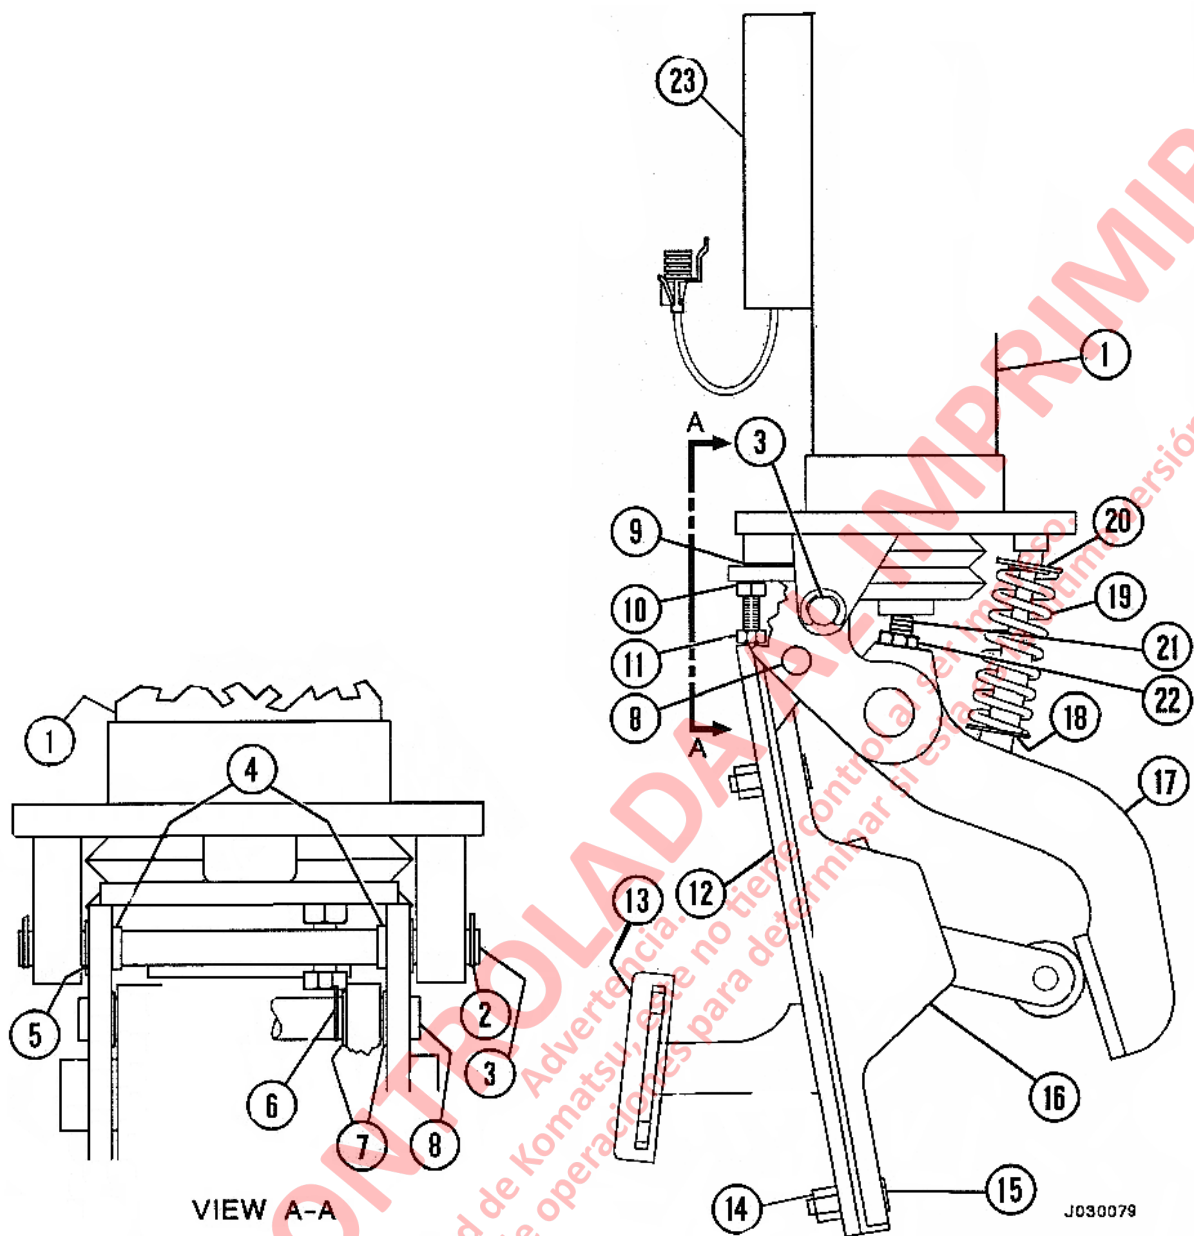

FIGURA 3-10 CONJUNTO DE LA VALVULA Y PEDAL DE FRENOS
24. Ajuste el perno de ajuste (21, Figura 3-10) hasta que el perno de ajuste no toque la tapa del accionador. Aplique Loctite® 242 al perno de ajuste antes de regular la zona de juego.
25. Ajuste la zona de juego colocando una cuña de 0.010 in. (0.254 mm) de espesor en la ubicación (9) entre la estructura del pedal y la protuberancia de tope en la estructura pivote.
26. Ajuste el perno de ajuste (21) hasta que éste apenas toque la tapa.
29. Apriete la contratuerca (22) y saque el grupo de cuñas colocadas en el paso 25.
1. Monte la contratuerca (22, Figura 3-10) y el perno de ajuste (21) al accionador del pedal de freno (17).
2. Inserte los bujes de nylon (4) en el accionador del pedal de freno.
3. Instale un clip de retención (2) a un extremo del eje de pivote.
4. Alinee la estructura del pedal a la válvula de frenos (1) e inserte parcialmente el pasador de pivote. Mueva la estructura del pedal al costado "B2" de la válvula e inserte las cuñas (5) entre la estructura del pedal y la argolla de la válvula de frenos para llenar el espacio. Inserte completamente el eje de pivote (3). Monte el clip de retención que queda (2).
5. Ensamble el conjunto del resorte (19) y monte el conjunto completo al accionador del pedal de freno como se muestra.
1. Monte los descansos de nylon (7, Figura 3-10) en el pedal de retardo.
2. Monte el pedal de retardo (16) en el accionador del pedal de freno (17) con el eje de pivote (8). Monte los dos clips de retención (6).
3. Con la contratuerca (10) suelta, ajuste el perno (11) hasta que el rodillo en el pedal de retardo **apenas haga contacto** con el accionador del pedal de freno. Apriete la contratuerca (10).